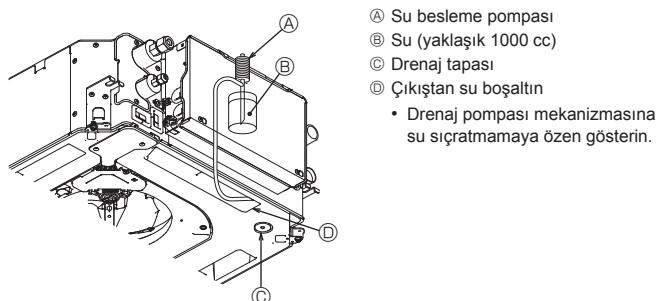

Fig. 8-6
8.4. Drenajın kontrolü (Fig. 8-6)